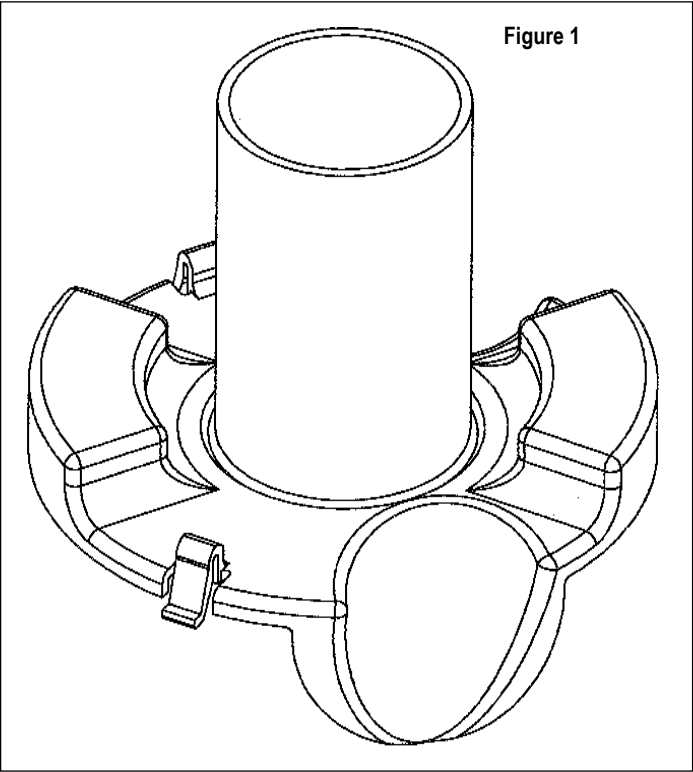
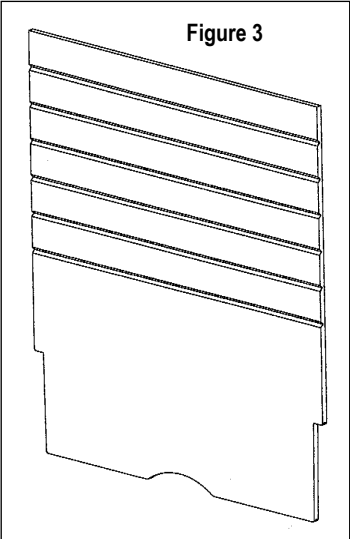

Figure 1
Figure 3
INSTALL LOW VOLTAGE WIRING TUBE OR DIVIDER (For multi-service application) See Figures 1, 2 and 3 on next page.
- For the low voltage dividers as pictured in Figures 1 and 2, cut off the same amount cut from the box in step 6 from the tube portion of the divider. For the straight divider as pictured in Figure 3 use a utility knife to cut the same amount cut from the floor box in step 6 using the score lines for ease of cutting. The appropriate type of low voltage divider is included with applicable sub-plates.
INSTALLATION DES CONDUITS OU DES SÉPARATEURS POUR CÂBLES BASSE TENSION (Pour applications multiservices) Consulter les Figures 1, 2 et 3.
- Dans le cas des séparateurs basse tension illustrés aux Figures 1 et 2, supprimer de ceux-ci la même valeur retranchée de la boîte à l'étape 6. Dans le cas des séparateurs droits de la Figure 3, utiliser un couteau universel pour supprimer la même valeur retranchée de la boîte à l'étape 6; trancher dans les rayures pour faciliter la coupe. Des séparateurs basse tension de type approprié sont livrés avec les sous-plaques.
- En ce qui concerne les séparateurs basse tension illustrés aux Figures 1 et 2, faire passer les conducteurs d'énergie dans le boîtier basse tension et aligner les ouvertures avec celles
9. For low voltage dividers pictured in Figures 1 and 2 snake power wires through low voltage enclosure and align cable ramps with 1-1/2" conduit openings in box. Push low voltage divider down until it snaps into place. Snake communication wire up over ramps and keep wire outside of low voltage divider.
10. For the low voltage divider pictured in Figure 3, insert into vertical slots in sides of floor box and push down to bottom. Be sure to keep communication wires separate from power wires.
11. Install barbed *clips* (C) into slots on top of box. Wide *clip* (D) with ground wire goes into wide slot on floor box. Hammer clips down until they seat flush with top of box.
10. Quant au séparateur basse tension de la Figure 3, l'introduire dans les fentes verticales de chaque côté de la boîte de plancher et le pousser jusqu'au fond. S'assurer de maintenir les conducteurs de communication à l'écart des conducteurs d'énergie.
11. Installer les attaches à griffes (C) dans les fentes dans le haut de la boîte. La grosse attache (D) avec fil de mise à la terre va dans la grosse fente de la boîte de plancher. Avec un marteau, enfoncer les attaches jusqu'à ce qu'elles se trouvent à ras le dessus de la boîte.